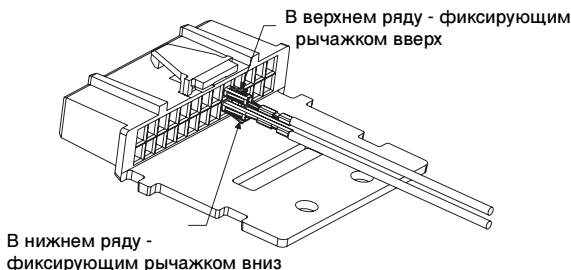

Рисунок 3. Ориентация наконечника
3. Подсоедините провод с контактным наконечником к штырьку № 23 аксессуарного разъема, как показано на *рис. 3*.